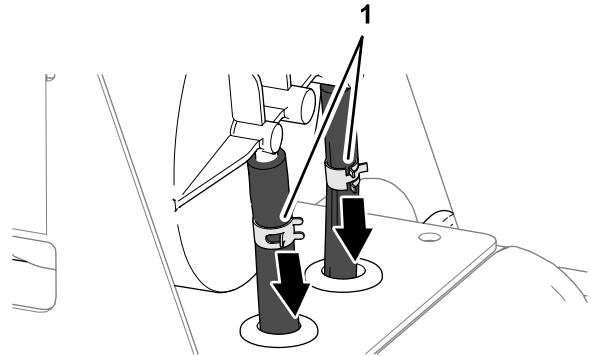

Figura 81
3. Afloje las 2 abrazaderas que sujetan las mangueras a los acoplamientos del cartucho de carbón (Figura 81).